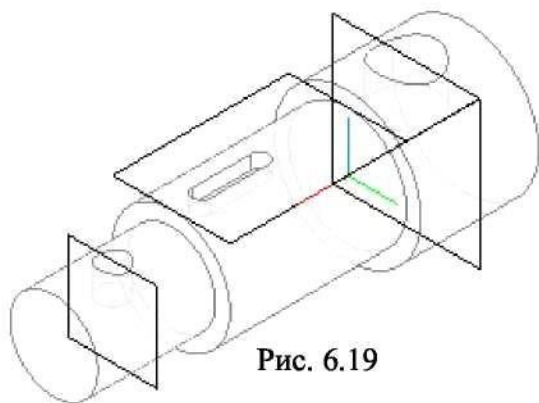

Рис. 6.19
6. Формируем отверстия, используя команду  **Вырезать вращением** с параметрами: **Способ построения - Сфероид, Тонкая стенка - Нет** (рис. 6.19).